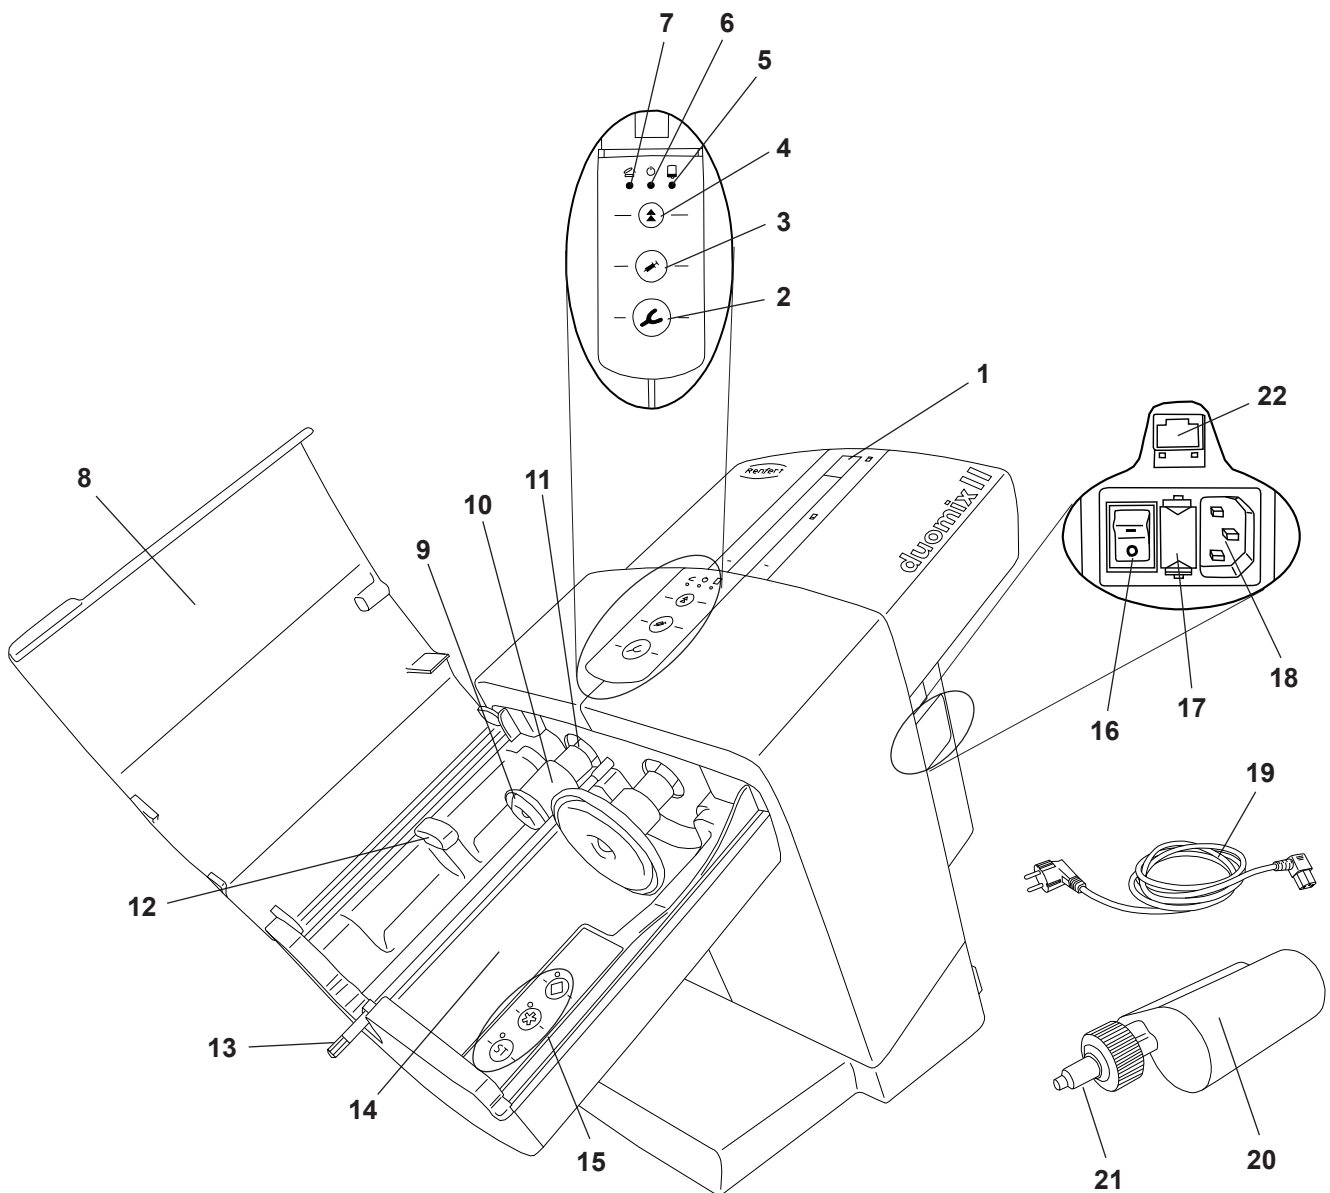

Fig. 1
- ⇒ Conectar el cable de red provista (19, Fig. 1) en el conector de red (18).
- ⇒ Encender el dispositivo con el interruptor de red (16).
- ⇒ Cerrar la tapa del dispositivo (8, Fig. 1).
- ⇒ Pulsar la tecla de retroceso (4).
- ◆ Desplazar los platos de presión (9, Fig. 1) y detenerlos en la posición inicial.
- ⇒ Retirar las piezas de seguridad de transporte (23).
El cartucho solo se puede insertar y cambiar cuando los dos platos de presión (9, Fig. 1) están en la posición inicial.
⇒ Cerrar la tapa del dispositivo (8, Fig. 1).
⇒ Abrir la tapa del dispositivo (8, Fig. 1).
⇒ La tapa del dispositivo solo se puede cerrar si el cartucho está correctamente insertado. Si la tapa del dispositivo no está correctamente cerrada, se encenderá el diodo rojo "Tapa del dispositivo abierta" (7, Fig. 1).
- Dispensador (3), baja velocidad de exprimido
- ♦ El hexágono de mezcla (13, Fig. 1) empieza a girar y se acopla automáticamente en la boquilla de mezcla (21, Fig. 1). A continuación, vuelve a detenerse.